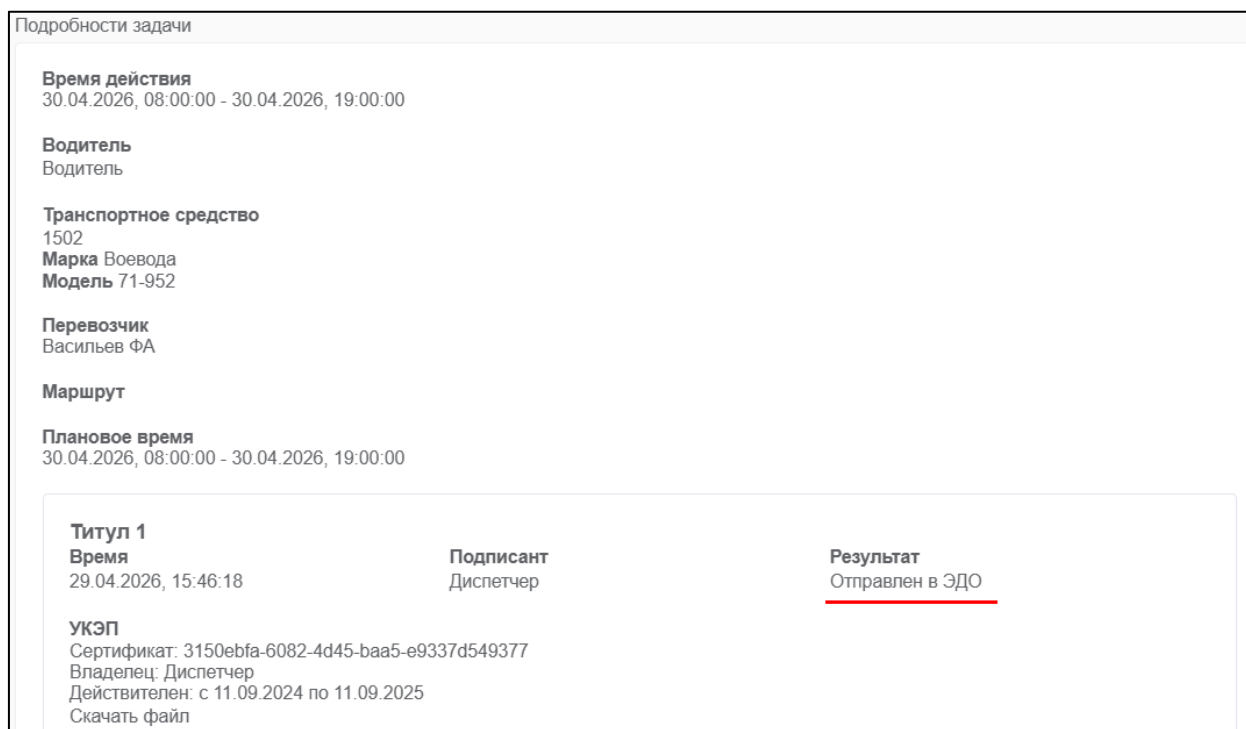

Рисунок 11 – Состояние Титула 1
7) Состояние Титула 1 ЭПЛ изменится на «Отправлен в ЭДО» (Рисунок 11).